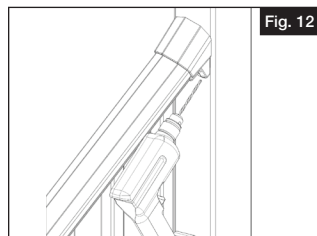
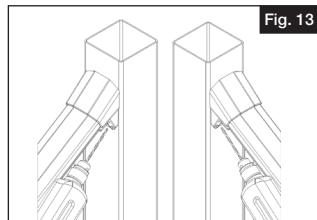

Fig. 12
Fig. 13
- a. Centre el soporte en el poste. Usando los orificios en el soporte como guía, taladre previamente uno de los orificios inferiores con una broca de $\frac{5}{32}$ " (Fig 12). Atornille uno de los tornillos de 3" n.º 10 en este orificio. Taladre previamente el otro orificio inferior y atornille otro tornillo de 3" en este. Ahora taladre previamente los 2 orificios superiores en el soporte (Fig 13). Atornille dos tornillos de 2" más en estos orificios. Tenga cuidado de no ajustar demasiado.